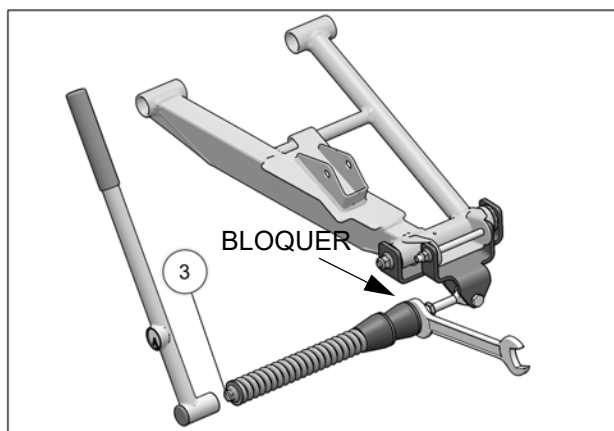

Fig. 10
10. Vérifier que le boulon du ressort (3) est serré au couple recommandé : 75 N•m [55 lb•pi]. Assurez-vous de bloquer en position, l'écrou devant les amortisseurs en caoutchouc. Voir la Fig. 10